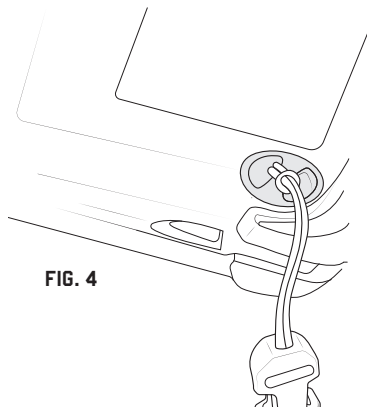

FIG. 4
3. Cinch the loop attachment to the captive hole in the barcode scanner by pulling the female buckle end through the loop and pulling the loop tight to remove slack. [fig. 4]
3. Pase la hebilla hembra por el lazo y tire de ella para apretar el lazo en el orificio de sujeción del escáner hasta que no tenga holgura [fig. 4].
3. Resserrez la boucle d'attache souple dans le trou captif du lecteur de code-barres en tirant sur le fermoir femelle au travers de la boucle souple, puis en tirant bien sur cette dernière pour éliminer le mou. [fig. 4]
3. Befestigen Sie die Schlaufenbefestigung am Loch im Strichcode-Scanner, indem Sie das weibliche Schnallenende durch die Schlaufe ziehen. Ziehen Sie die Schlaufe dann fest, bis kein Spiel mehr vorhanden ist. [abb. 4]